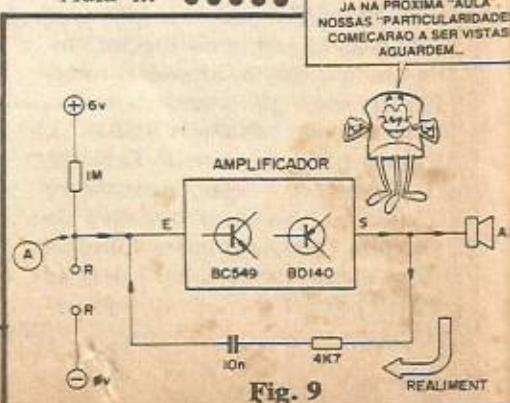

Fig. 9
Entretanto, pode-se perfeitamente "intuir" pontos fundamentais do dito funcionamento, a partir das informações agora dadas, em torno do diagrama da fig. 9:
**FIG. 9** - Diagrama de blocos do circuito do ALARME. Os dois transistores (que são componentes semicondutores capazes de funções "ativas", basicamente na AMPLIFICAÇÃO de corrente e das suas variações...) estão interligados de modo a promover uma super-amplificação. Assim, os sinais ou variações de corrente presentes na entrada E são entregues, na saída S grandemente amplifi-